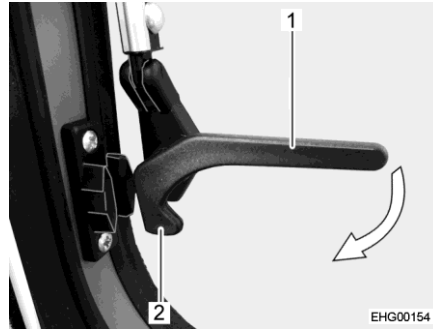

Fig. 50 Palanca de bloqueo de al lado (posición "abierta")
- Girar la palanca de bloqueo de al lado (Fig. 50,1) un cuarto de vuelta hacia el marco de la ventana hasta que engatille el saliente de bloqueo (Fig. 50,2).